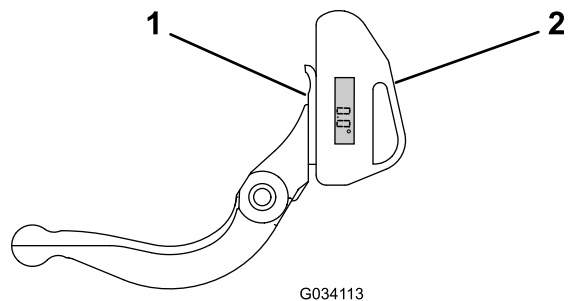

Bild 24
- Positionieren Sie den Neigungsmesser an der Unterseite des Untermessers, wie in Bild 24 abgebildet.